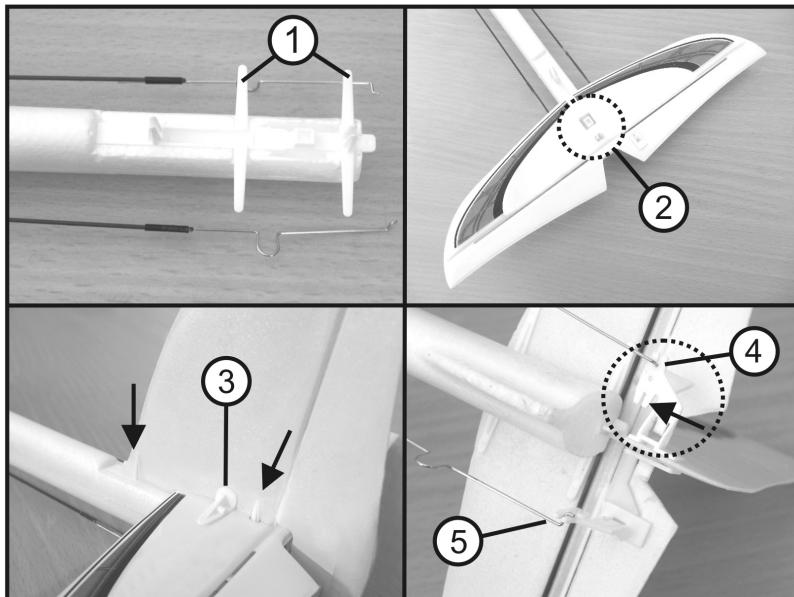

Figure 5
Insérez avec précaution la gouverne de profondeur (2) dans le support de la gouverne de profondeur (1), voir figure 5. Le décor pointe ici vers le haut, le levier articulé de la gouverne vers le bas.
Glissez avec précaution la gouverne de direction dans les supports prévus à cet effet (voir figure 5, n° 3 et flèches). Le raccord des empennages (figure 5, n° 3) doit s'enclencher de manière perceptible dans le support de la gouverne de profondeur (figure 5, n° 1).
Montez les tringleries sur la gouverne de direction (figure 5, n° 4) ou sur la gouverne de profondeur (figure 5, n° 5). Pour ce faire, vous devez respectivement clipser avec précaution le fil d'asservissement à l'extérieur dans les guignols de gouverne des gouvernes de direction et de profondeur à l'aide d'une pince pointue. Les pilotes expérimentés, qui souhaitent des débattements plus importants au niveau des gouvernes de direction et de profondeur, peuvent respectivement clipser les fils d'asservissement à l'intérieur (voir flèche au n° 4).